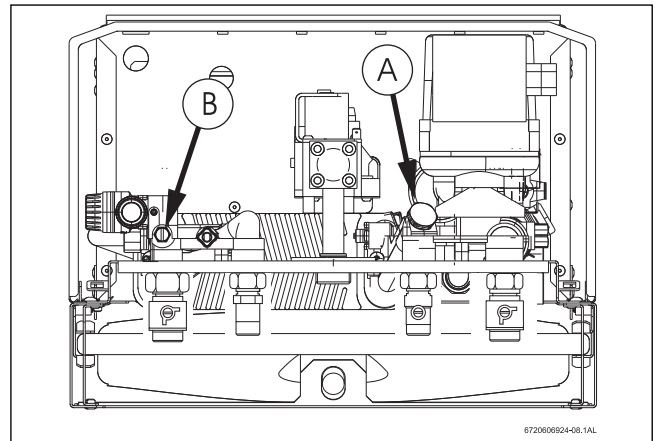

Fig. 29
- ▶ Aflojar el tapón (Fig. 29 , Pos. A).
- ▶ Desenroscar el tornillo de desagüe (Fig. 29 , Pos. B).